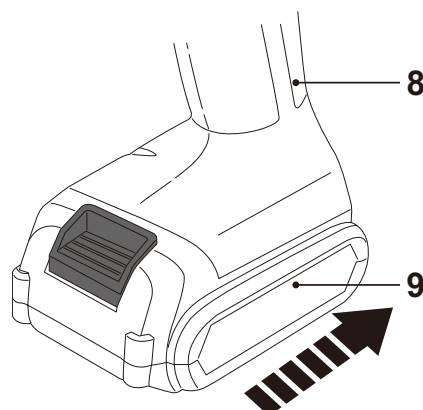

Fig. 5
- > Alignez le bloc batterie [9] sur le bas de la poignée [8] et faites glisser le bloc batterie pour le fixer. Assurez-vous d'entendre le clic de bonne mise en place (Fig. 5).